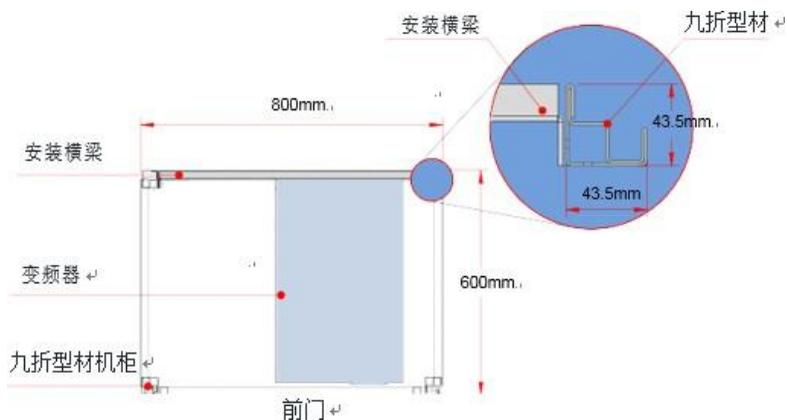

图 4-6 NL500 55~500kW 各类机型的机柜俯视图
- （1）建议机柜柜体采用九折型材机柜（PS 机柜），九折型材截面如放大图如图 4-6 所示。